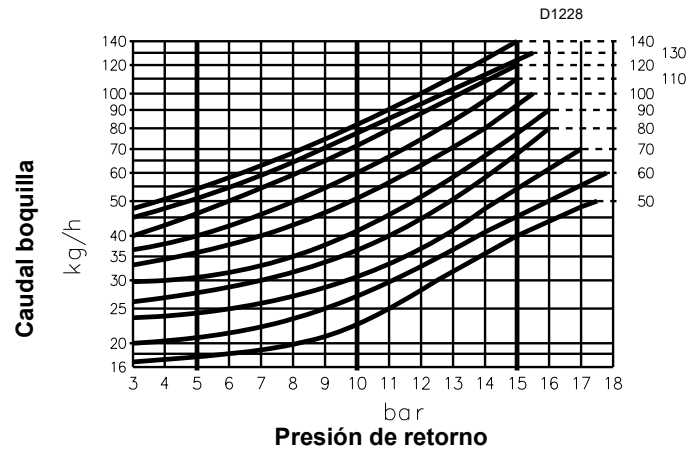
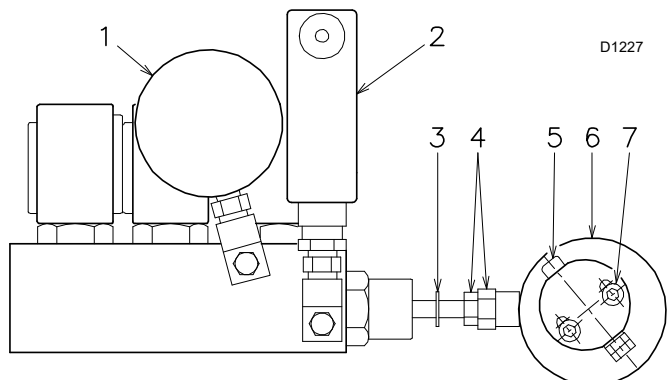

Fig. 28
Fig. 29
El diagrama (Fig. 28) indica esta relación para boquillas Bergonzo tipo A3 y A4 con presión en alimentación bomba de 20 bar.
El valor de la presión en el retorno de la boquilla es indicado por el manómetro 1)(Fig. 29).
Las correcciones de presión en el retorno se obtienen variando el excéntrico 6)(Fig. 29) y la tuerca con contratuerca 4)(Fig. 29).
- No llevar jamás el pistón del variador a tope: el anillo de bloqueo 3)(Fig. 29) determina la carrera máxima.
- Una vez realizada la regulación, verificar manualmente, después de haber desbloqueado el servomotor (véase pág. 26) que entre los 0° y 130° no haya agarrotamiento y que las presiones máxima y mínima correspondan a la preseleccionada según el diagrama (Fig. 28 pág. 24).
El caudal de la boquilla se indica en el diagrama (Fig. 28 pág. 24) en correspondencia con la presión de la boquilla, detectada en el manómetro 1)(Fig. 29 pág. 25).